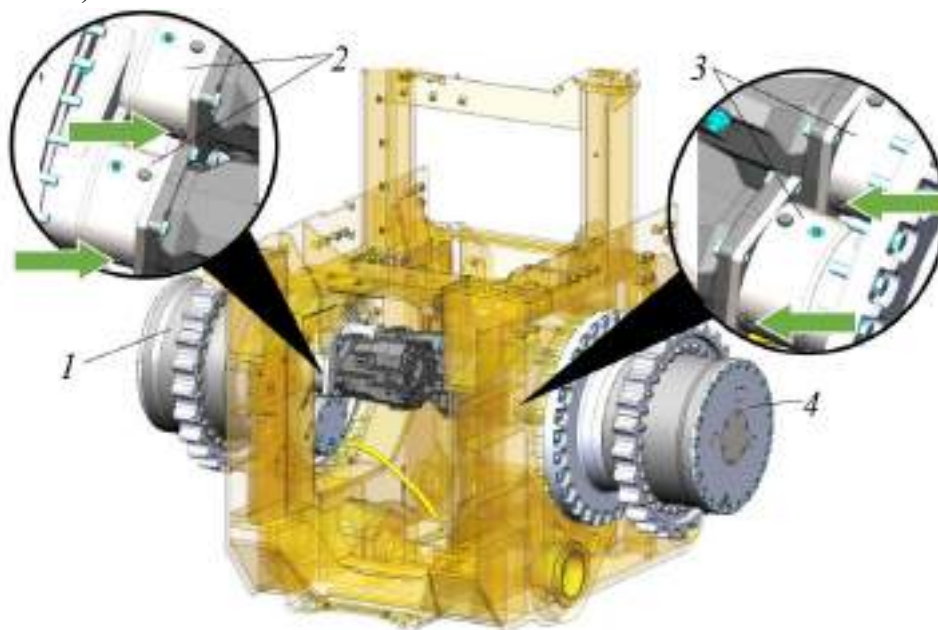

Рисунок 5.156. Контрольные отверстия для проверки уровня масла в тормозном устройстве бортового редукторов
Тормозное устройство бортового редуктора находится под углом по отношению к горизонтальной оси, поэтому уровень масла тормозного устройства необходимо проверять по контрольным отверстиям, которые обращены к передней части машины, см рис. 5.156. (показаны стрелками).
- Выкрутить резьбовые пробки для контроля уровня масла, см рис. 5.156. (показаны стрелками).